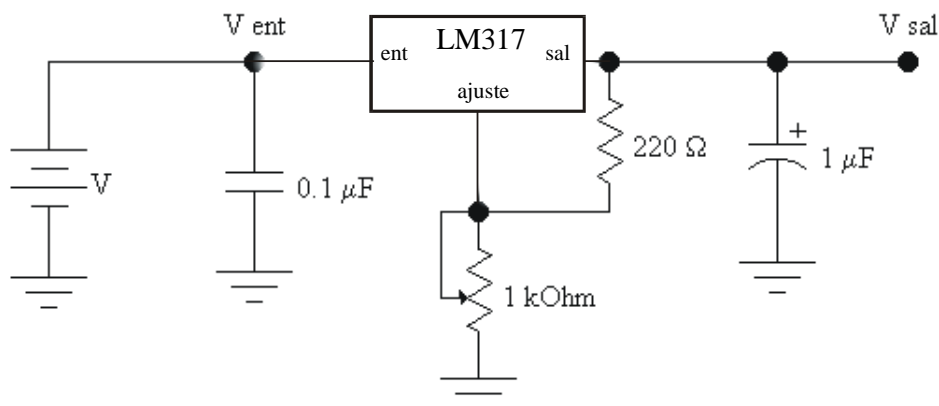

Figura 1
1.1. Armar el circuito de la Figura 1. Alimentar la entrada con la fuente de tensión variable.
- 1.2. ¿Cuál es la mínima tensión de salida regulada que puede proporcionar el circuito de la Figura 1?